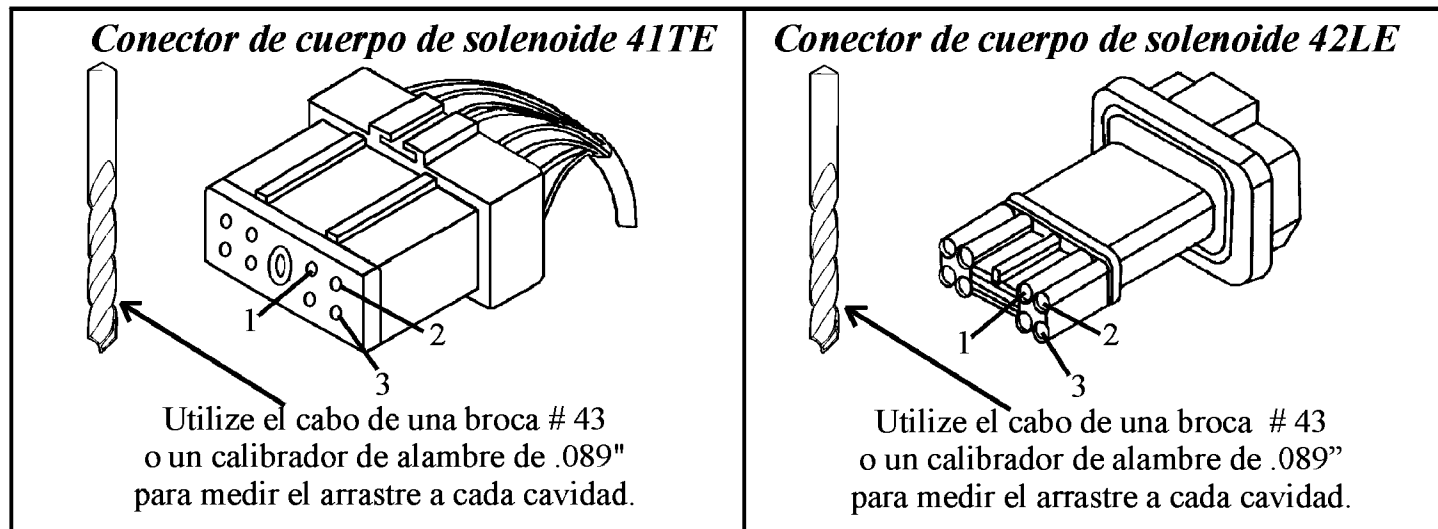

Figura 29
- Inspeccione las cavidades 1, 2 y 3 en el conector del cuerpo de solenoides para ver si están corroídas, muy abiertas o empujadas hacia atrás. Utilize el cabo de una broca # 43 o un calibrador de alambre de .089” para medir el arrastre a cada cavidad. (Vea la figura 29). Si el conector está malo, Chrysler tiene disponible un kit de reparación con el numero de parte 4419476.